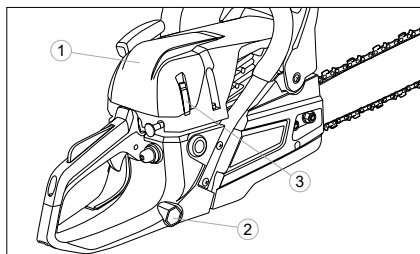

Fig. 24
1. Îndepărtați carcasa filtrului de aer 1 (Fig. 24) descheind clichetele 3. Folosiți șurubelnița din dotare 2.